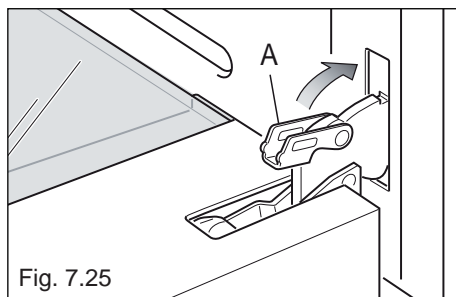

Fig. 7.25
4. Déverrouillez la porte du four en l'ouvrant complètement et en fermant le levier "A" sur les charnières gauche et droite (fig. 7.25).